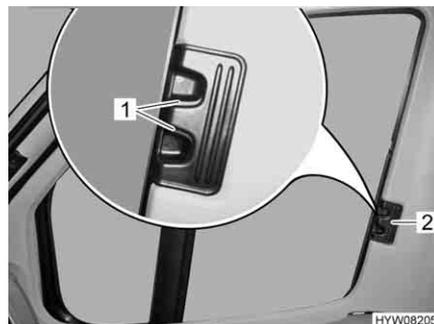

Fig. 75 Estor plegable para la ventana del conductor/acompañante
- Presionar los tiradores de desbloqueo (Fig. 75,1) y mantenerlos presionados.
- Cerrar los estores plegables para la ventana del conductor y la ventana del acompañante tirando en el tirador (Fig. 75,2) hacia el otro lado de la ventana y uniéndolos en las tiras magnéticas.
- Introducir los estores plegables para la ventana del conductor y la ventana del acompañante hasta el tope desplazando el tirador (Fig. 75,2).
- Soltar los tiradores de desbloqueo (Fig. 75,1) y dejar que engatillen.